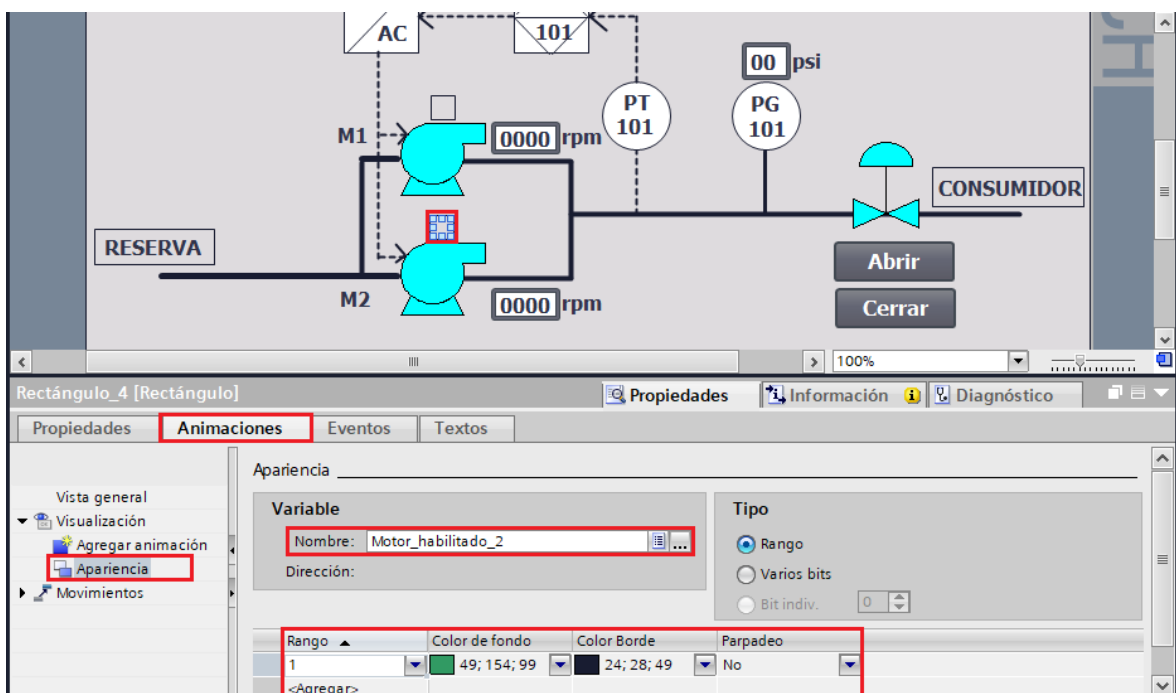

Figura 55. Configuración de rectángulo “Motor habilitado 2”.
- En “Rango” seleccionar “**1**” y en “Color de fondo” seleccionar el color “Verde” (ver Figura 55).